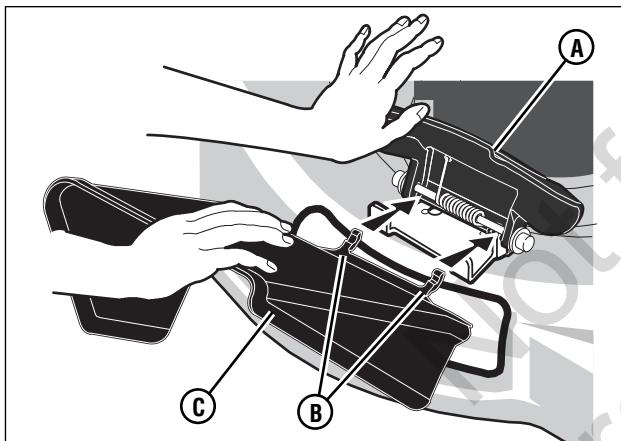

Figura 8: Instalación del deflector de descarga lateral
1. Levante la cubierta del triturador (**A**, **Figura 8**).